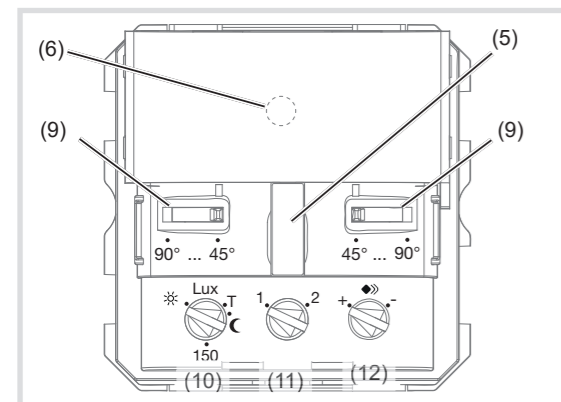

Bild 9: Bedien- und Einstellelemente
Übersicht über Bedien- und Einstellelemente (Bild 9)
Der Bewegungsmelder bietet zwei Betriebsarten die über das Potenziometer Betriebsart (Bild 9, 11) ausgewählt werden:
Der Erfassungswinkel kann für die rechte und für die linke Seite je Einsteller (Bild 9, 9) zwischen 45° ... 90° eingeschränkt werden. Somit kann der Erfassungswinkel zwischen 90° und 180° liegen (Bild 10).
- Potenziometer Ansprechhelligkeit (Bild 9, 10) auf Position T einstellen.
- Potenziometer Ansprechhelligkeit (Bild 9, 10) in die gewünschte Position drehen.
- Potenziometer Empfindlichkeit (Bild 9, 12) in die gewünschte Position drehen.
- Potenziometer Ansprechhelligkeit (Bild 9, 10) in Position Test (T) drehen.